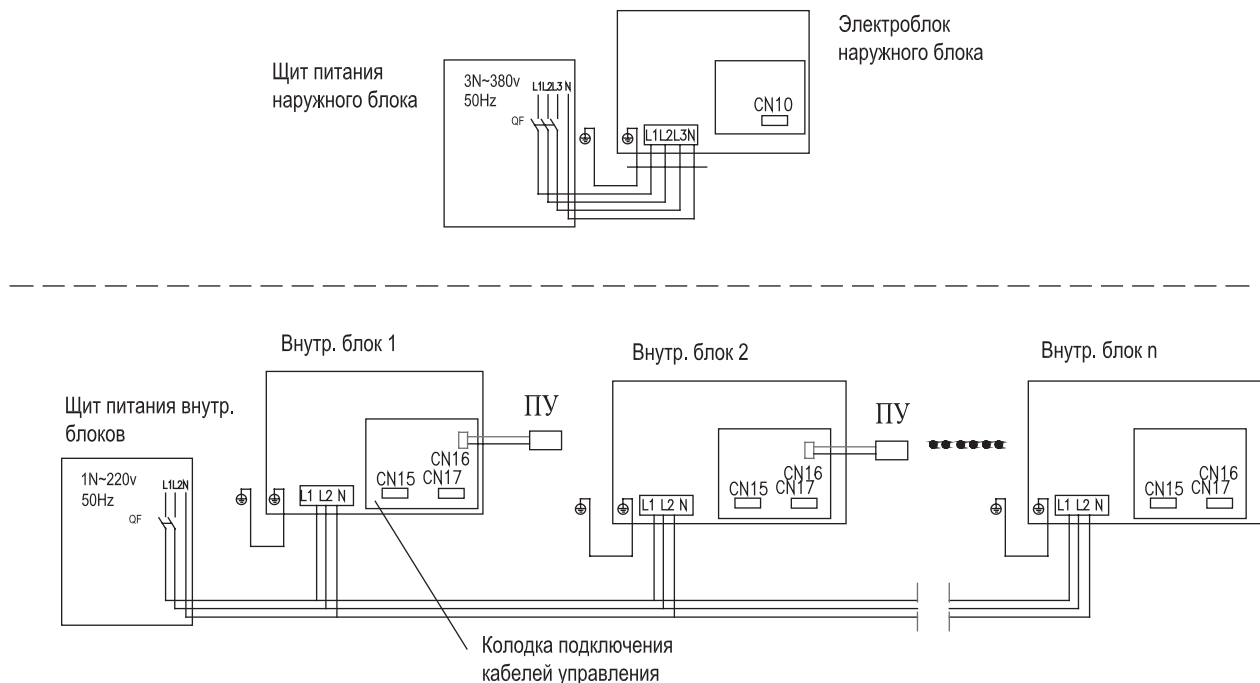

Рис. 8.1
8.8 Внутренние и наружные блоки должны подключаться к разным щитам электропитания через отдельные автоматические выключатели (рис. 8.1).